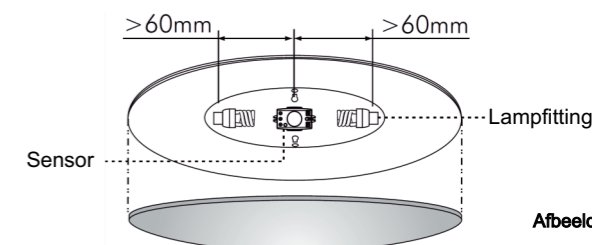

Afbeelding 5
- 4.3.6 Als het armatuur uit meerdere materialen bestaat, dient u ervoor te zorgen dat de module ten minste 60 mm van de metalen onderdelen (zoals voorschakelapparaat, fitting of lamp met fitting) verwijderd wordt gemonteerd (zie afbeelding 5).